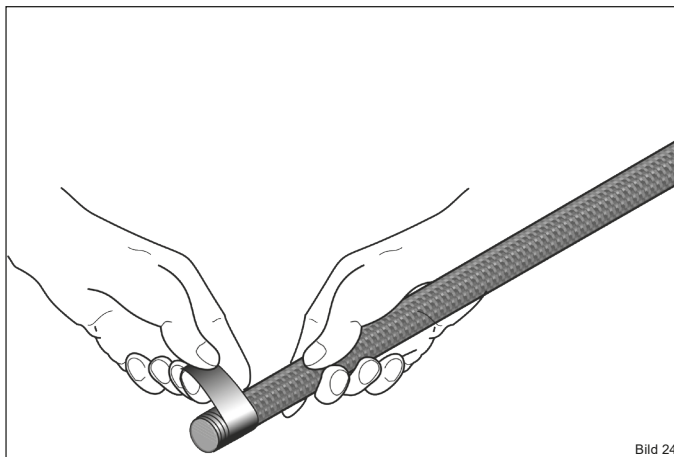
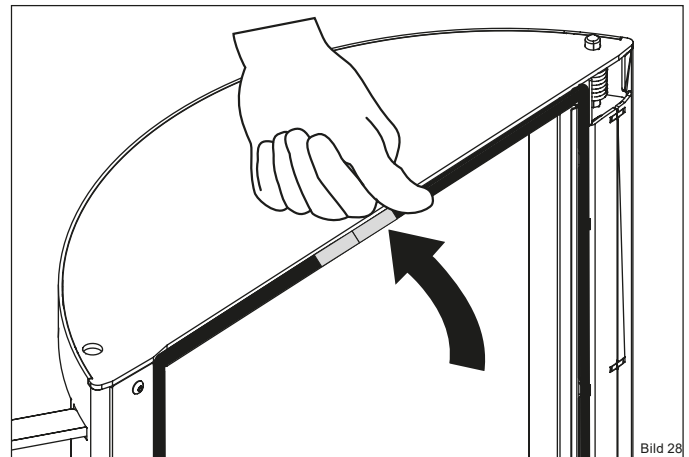

Bild 24
Bild 28
- ▶ Umwickeln Sie die neue Dichtung mit dem Kupferband an einer Seite mit ca. 3 cm Länge (Bild 24).
- ▶ Umwickeln Sie das Ende auch mit Kupferband (Bild 24) und drücken Sie die Dichtung in die Führung rein (Bild 28)